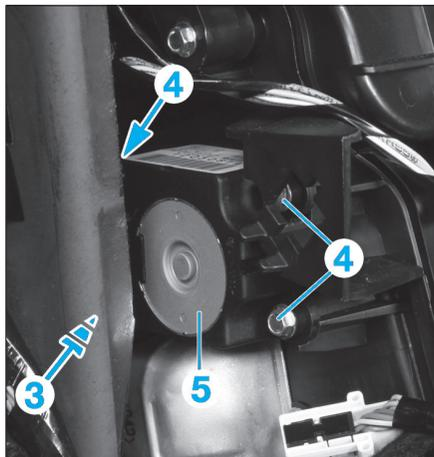

Fig. 28
- Débrancher le connecteur (3) (Fig.28).
- Déposer les vis (4).
- Retirer le moteur du volet de mixage (5).